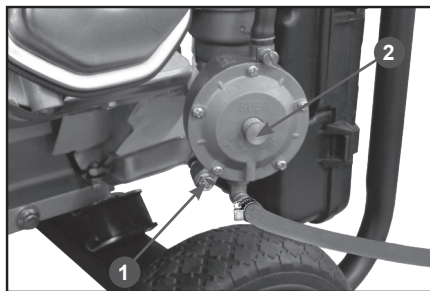

Рис. 14 Редуктор газовый генератора
3. Слейте остатки бензина с карбюратора. Приготовьте подходящую емкость и поместите ее под газовый редуктор генератора. Открутите болт 1 на газовом редукторе генератора (Рис. 14) и слейте бензин в подготовленную для этого емкость. Закрутите болт для слива бензина.
На Рис. 14 показан один из вариантов газового редуктора, где для слива топлива из карбюратора нужно откручивать болт. На генераторе также может быть установлен газовый редуктор, где для слива топлива из карбюратора предусмотрен топливный кран. В этом случае, для слива топлива из карбюратора переведите рычаг топливного крана в положение ON (Открыто). После слива топлива из карбюратора переведите рычаг топливного крана в положение OFF (Закрyто).
6. Нажмите кнопку 2 на корпусе газового редуктора генератора и держите её примерно 3-5 секунд (Рис. 14).